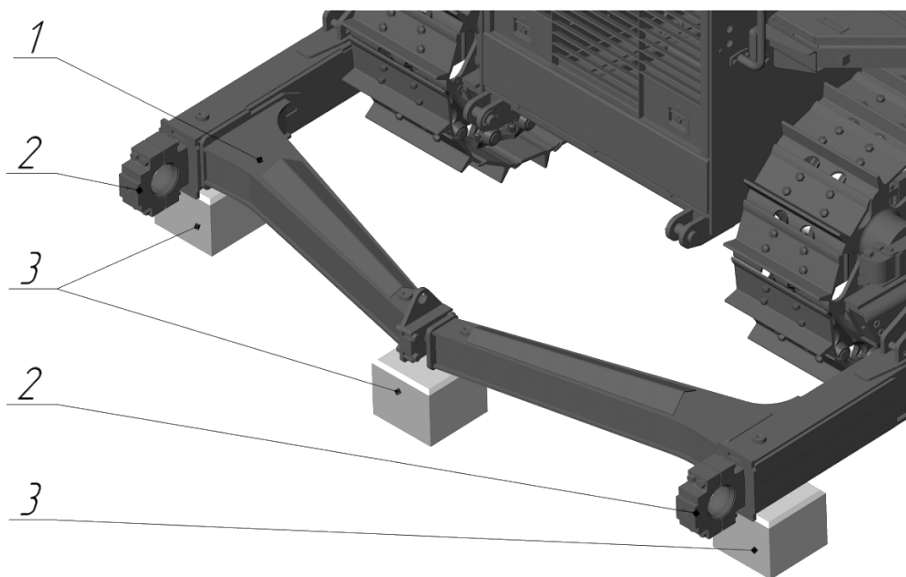

Рисунок 3.102. Установка подкладок под толкающий брус
- ▶ Приподнять брус 1 при помощи грузоподъемного устройства так, чтобы шарниры упряжные 2 находились на высоте кронштейнов отвала, и установить подставки 3, как показано на рис. 3.102.